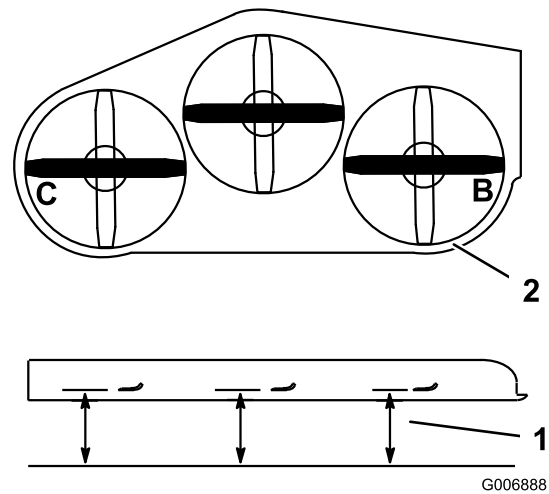

Figura 58
1. Coloque la cuchilla **derecha** en posición lateral (Figura 58).
2. Mida la cuchilla derecha en la posición **B** desde una superficie nivelada hasta el filo de corte del extremo de la cuchilla (Figura 58).
4. Coloque la cuchilla izquierda en posición lateral (Figura 58).
5. Mida la cuchilla izquierda en la posición **C** (Figura 58) desde una superficie nivelada hasta el filo de corte del extremo de la cuchilla.